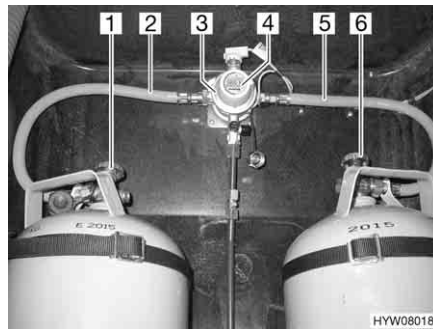
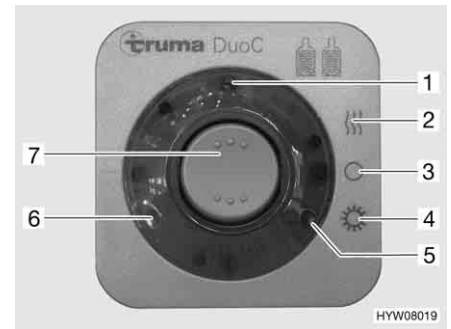

Bild 147 DuoControl-omkopplingsenhet
Bild 148 Kontrollenhet
DuoControl-omkopplingsenheten består av en omkopplingsventil (Bild 147,3) och en kontrollenhet (Bild 148). Omkopplingsventilen är monterad mellan gas slangarna (Bild 147,2 och 5). Med vredet (Bild 147,4) på omkopplingsventilen ställer du in vilken gasflaska som ska användas som driftflaska och vilken som ska användas som reservflaska.
Omkopplingsventilen värms upp av en avfrostningsanläggning för regulatorer (Eis-Ex). På detta sätt undviks störningar på gasanläggningen under vintern. Med kontrollenheten (Bild 148) kan endast de elektriska funktionerna styras. Gasflaskornas huvudavstängningsventiler (Bild 147,1 och 6) måste öppnas för hand.
Omkopplingsventilen sörjer för ett konstant gastryck, oberoende vilken gasflaska som används. De två kontrolllamporna på kontrollenheten visar nivån i driftflaskan. När den gröna kontrolllampan lyser (Bild 148,6) är driftflaskan full. När den röda kontrolllampan lyser (Bild 148,5) är driftflaskan tom. Gasförsörjningen sker då med reservflaskan.
- Öppna huvudavstängningsventilerna på gasflaskorna (Bild 147,1 och 6).
- Med vredet (Bild 147,4) på omkopplingsventilen (Bild 147,3) väljs gasflaskan, som ska prioriteras (driftflaska).
- Slå på DuoControl-omkopplingsenheten på kontrollenheten (Bild 148).
Ställ för detta vippkontakten (Bild 148,7) på vinterdrift "på och uppvärmning" (Bild 148,2) eller på sommar drift "till" (Bild 148,4). Omkopplingsventilen är nu avluftad. Den gula kontrolllampan (Bild 148,1) lyser, när vinterdrift väljs och avfrostningsanläggningen för regulatorer är påslagen.
- Ställ vippkontakten (Bild 148,7) i läge "O" (Bild 148,3). Den gula kontrolllampan (Bild 148,1) slocknar.
- Stäng huvudavstängningsventilerna på gasflaskorna (Bild 147,1 och 6).
Kontrolllamporna på kontrollenheten (Bild 148,5 och 6) signalerar inne i fordonet, om driftflaskan är driftklar.
Ifall den gröna kontrolllampan (Bild 148,6) slocknar under drift och den röda kontrolllampan (Bild 148,5) lyser upp, är gasflaskan som har valts som driftflaska tom och måste bytas ut. Gasförbrukarna försörjs med gas från reservflaskan.